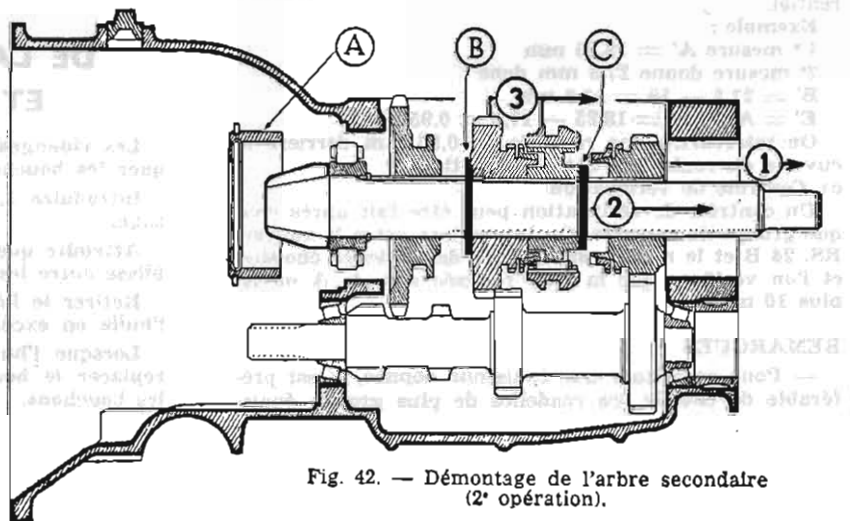

Fig. 42. — Démontage de l'arbre secondaire (2e opération).
● Chasser l'arbre secondaire vers le côté pont, jusqu'au moment où la cuvette du roulement (A) (fig. 42) du pignon d'attaque se déboîte.
● Monter sur l'arbre les différents éléments du train secondaire, en respectant la position relative de chaque pièce (fig. 42).